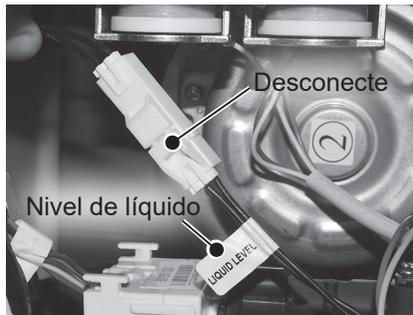

Figura 41 - Desconexión del nivel de líquido
- 19 Ubique el mazo de cables del nivel de líquido y desconéctelo. Consulte la Figura 41.